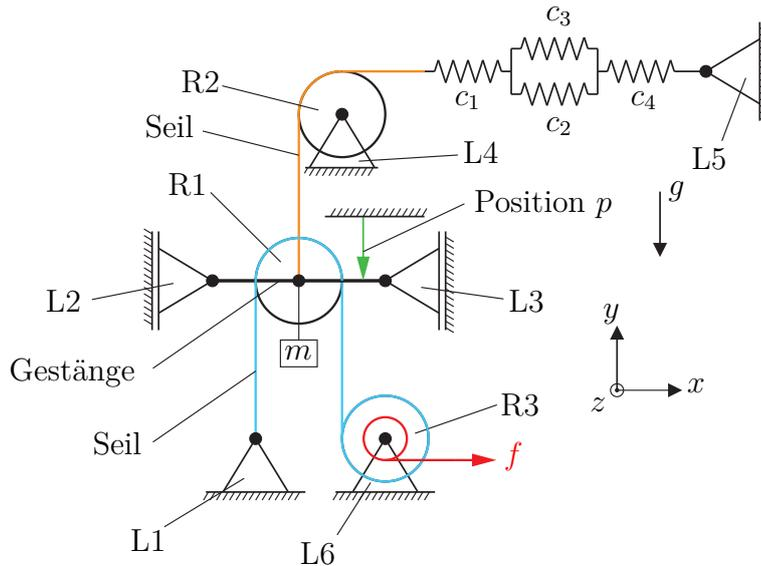

Abbildung 1: Mechanismus
1. Betrachtet wird der Mechanismus in Abbildung 1. Die vertikale Position  $p$  des masselosen Gestänges wird durch die von der Seiltrommel R3 abgewickelten Länge des masselosen Seiles bestimmt. Das Gestänge wird dabei mithilfe der Gleitlager L2 und L3 geführt. Die Rollen R1, R2 und R3 haben den Durchmesser  $d$ . Die Rolle R3 ist zusätzlich mit einer kleineren Rolle mit dem Durchmesser  $d/2$  starr verbunden. Alle Rollen können als masselos angenommen werden. Der Federmechanismus, bestehend aus vier Federn mit den linearen Federkonstanten  $c_1$ ,  $c_2$ ,  $c_3$  und  $c_4$ , wird dabei durch die Kraft  $f$  und die Gewichtskraft der Masse  $m$  gespannt. Die Masse  $m$  ist direkt in der Mitte des Gestänges befestigt. Reibungseffekt im Mechanismus sind zu vernachlässigen, d. h. es tritt keine Seil- oder Lagerreibung auf. 12 P. |